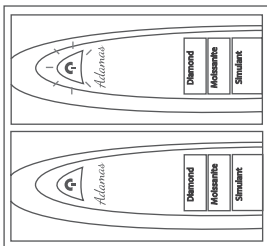

Fig. 1.10
3. Appuyez sur le bouton Power pour allumer le testeur. Dès que le témoin READY arrête de clignoter, le testeur est prêt à entrer en mode d'étalonnage, tel qu'illustré dans la **Fig. 1.10**. Ce processus peut durer jusqu'à 15 secondes. Si le témoin READY continue de clignoter plus de 15 secondes, la pointe de la sonde n'est peut-être pas correctement installée. Répétez alors la procédure des étapes 1 à 2.